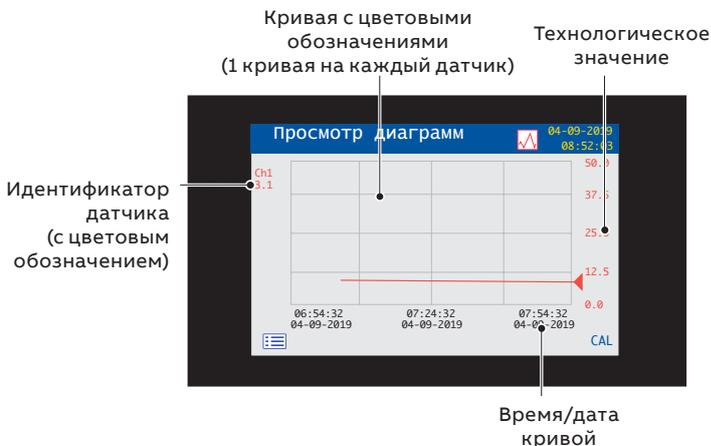

Рис. 9 Просмотр диаграмм
- **Просмотр диаграмм:** показания датчиков отображаются в виде ряда кривых с цветовыми обозначениями – см. Рис. 9.